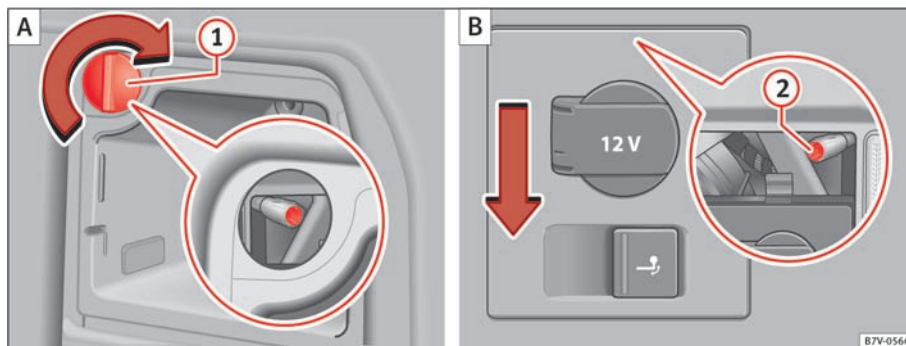

Fig. 208 I siden af bagagerummet: Sådan afmonteres baglygten i venstre og højre side. ① Sådan trækkes dækkappen af; ② skrue.
4.	Drej dækkappen ⇒ Fig. 208 ① 90° i pilens retning, og tag den af.
5.	Skrue skruen ⇒ Fig. 208 ② ud med skruetrækkeren fra bilens værktøj ⇒ Side 316. Skruen skal blive sikkert siddende i sin position.